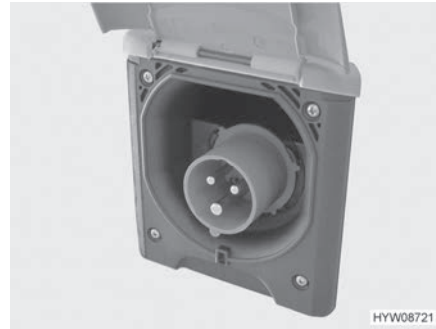

Bild 156 230 V-anslutning på fordonet (CEE-uttag)
- Öppna höljet på 230 V-anslutningen i fordonet (Bild 156) och stick in stickkopplingen. Kontrollera så att låsklacken i den fjäderspända klapplocket är ikopplad.